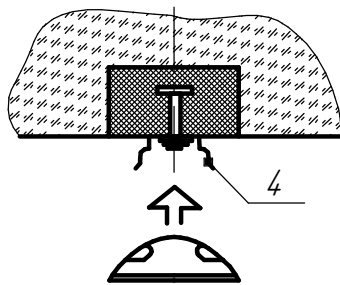
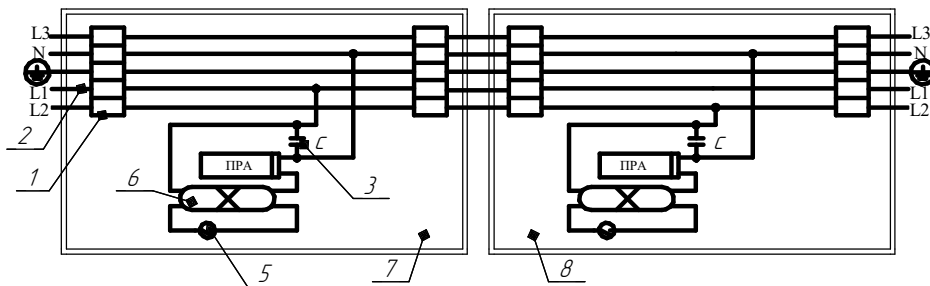

Рисунок 5
Рисунок 1. Для одноламповых св-ов.
скоб поз.4 для подвеса на горизонтальную поверхность; замков или замков в сборе поз.5, светильники ЛСП44-для температур -40 С комплектуются дополнительно лампами и стартерами поз.11 и 12(см.Рис.1).
6.3 Закрепите 2 скобы поз.4 (рекомендуемые винты М6) на потолок или стену на расстоянии 400мм. для светильников типа ЛСП44-18, ЛСП44-2x18; для светильников типа ЛСП44-36, ЛСП44-2x36, ЛСП44-58, ЛСП44-2x58 на расстоянии 850мм (размер А рис.1) и установите в них корпус светильника (см.рис.5).